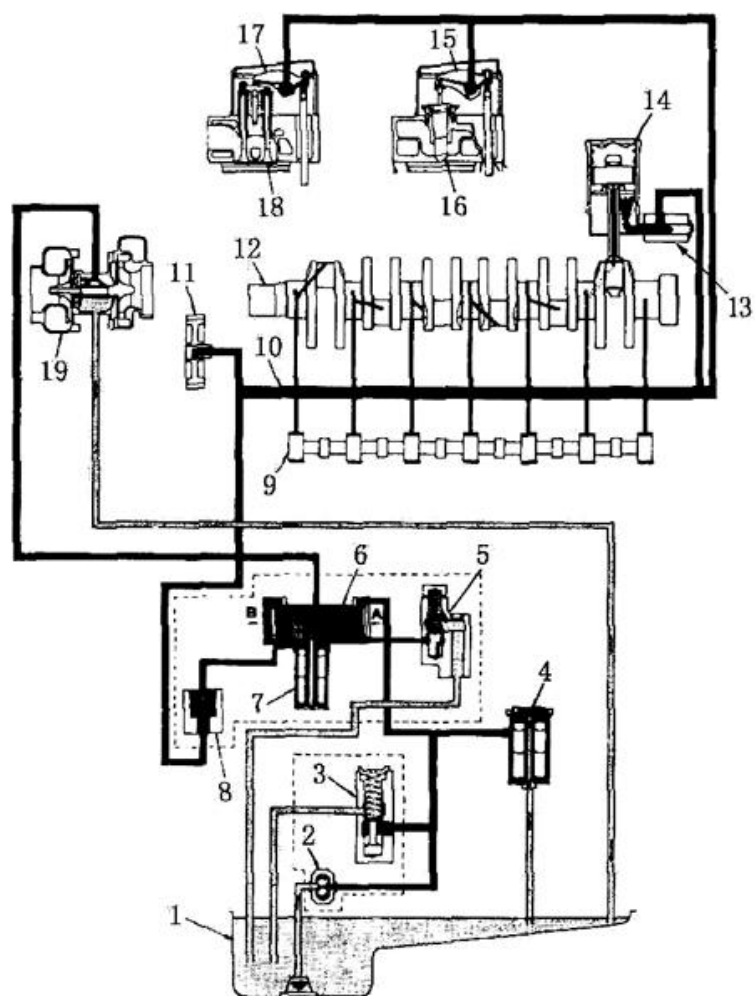

Рис. 5-10
3. Система смазки (см. Рис. 5-10)